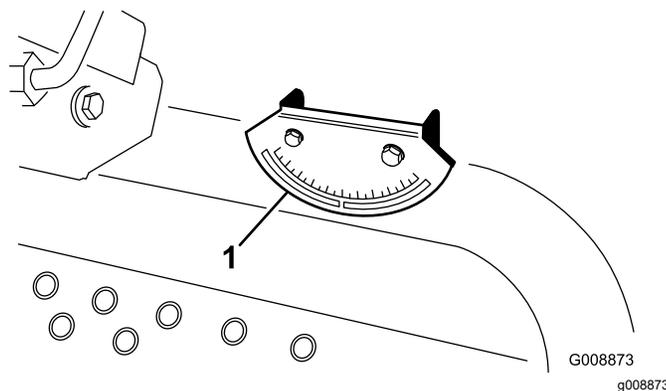

Рисунок 7
4. Проверьте индикатор угла наклона, установленный на рулевой колонке машины (Рисунок 7).